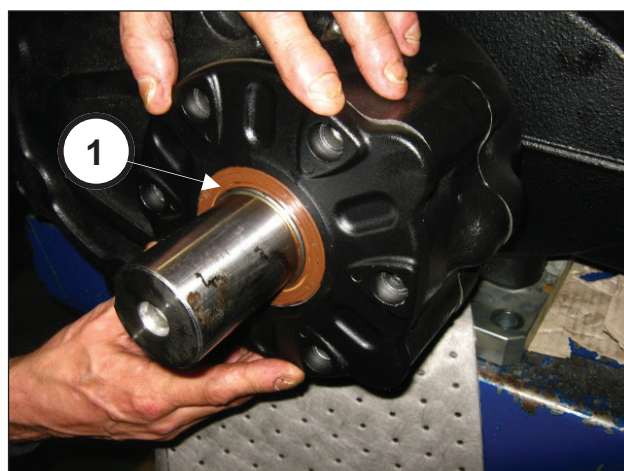

Рис. 94
Во избежание повреждения сальника соблюдайте повышенную осторожность при установке сальника на шестерню (поз. ①, Рис. 94).